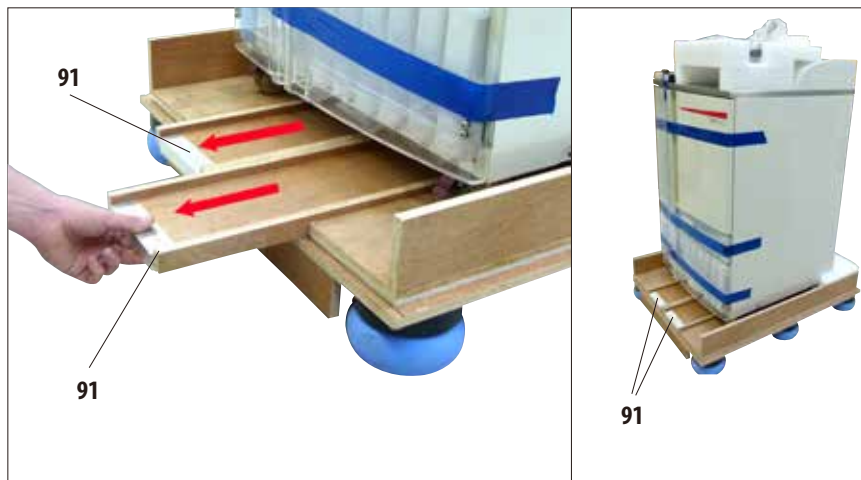

Рис. 8
- Две направляющие (91) для рамп, расположенные под прибором, вытяните вперёд (рис. 8).